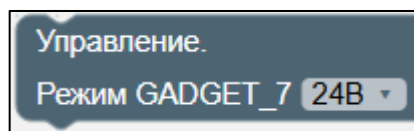

Рисунок II-41 – Блок «Управление. Режим GADGET_7»
4. Блок «Управление. Режим GADGET_7» (см. Рисунок II-41).